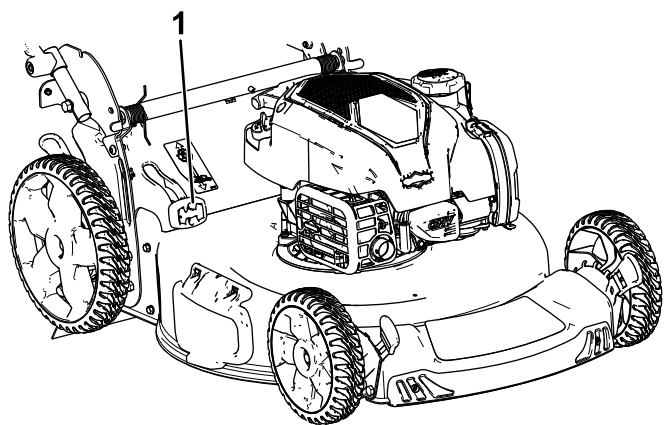

Figura 16
- **Se desejar recolher relva e aparas**, prima o botão na alavanca de uso do saco a pedido e desloque a alavanca para a frente até que o botão saia (Figura 16).